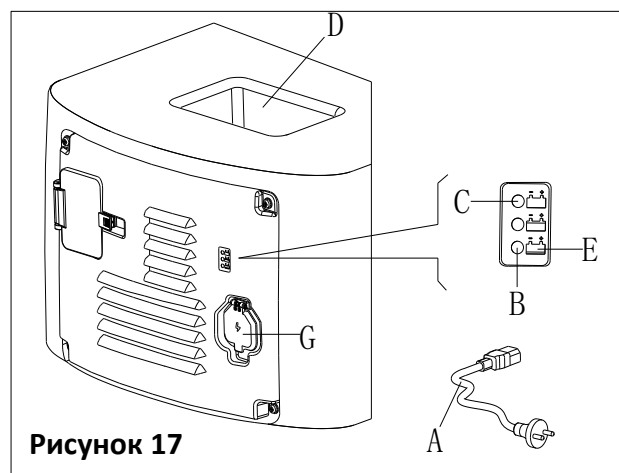

Рисунок 17
6. Подключите кабель зарядного устройства батареи (А, Рисунок 17) к разъему (G), и затем все функции машины, кроме зарядки, отключаются автоматически. Обычно красный светодиод (В) сообщает о том, что машина находится в процессе зарядки.
8. Отсоедините кабель зарядки батареи от электрической сети после завершения зарядки, храните кабель зарядного устройства в коробке для хранения (D).
Для получения более подробной информации о встроенном зарядном устройстве (Е, Рисунок 17), пожалуйста, обратитесь к соответствующему руководству от сервисного центра.